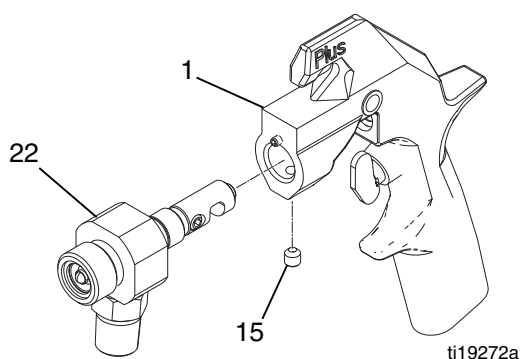

FIG. 16
6. Insérez le carter de fluide (22) dans le corps du pistolet (1) jusqu'à l'immobilisation. Appliquez du Loctite® de force moyenne (bleu) ou équivalent sur la vis de réglage (15). Serrez la vis de réglage au couple 6,8-8,5 N•m (60-75 po-lb). Remplissez la cavité de la vis de réglage de graisse de pétrole. Consultez la FIG. 16.